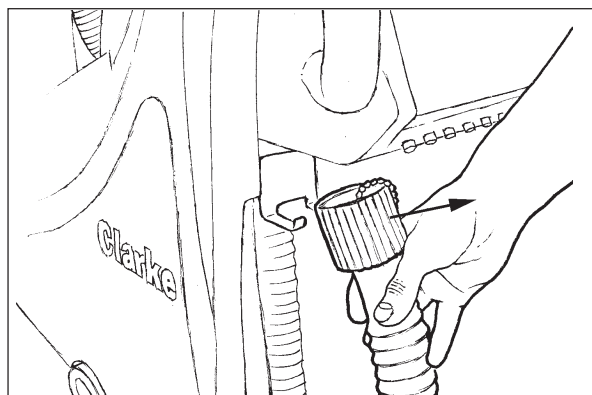

Figura 8
4. Desenganche la válvula de la manguera de drenaje del depósito de recuperación de la abrazadera de soporte y coloque el extremo libre en el piso (Refiérase a la Figura 8.)